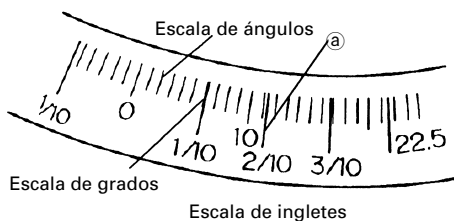
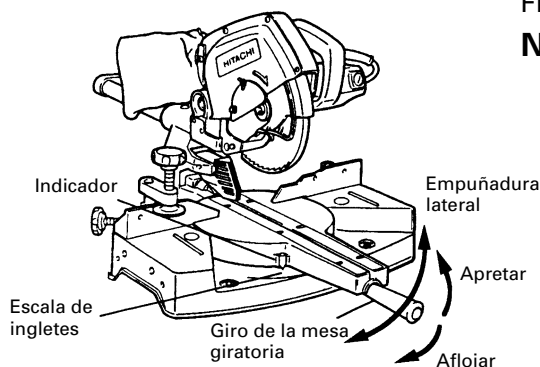

Fig. 24
Fig. 26
- (1) Afloje la empuñadura lateral y ajuste la mesa giratoria hasta que el indicador quede alineado con el valor deseado de la escala de ingletes (Fig. 26).
- (2) Vuelva a apretar la empuñadura lateral para asegurar la mesa giratoria en la posición deseada.
- (3) La escala de ingletes (Fig. 24) indica tanto el ángulo de corte de la escala de ángulos como el gradiente en la escala de ángulos.
- (5) Por lo tanto, para cortar una pieza de trabajo con un grado de 2/10, ajuste el indicador a la posición **a** como se indica en la Fig. 24.